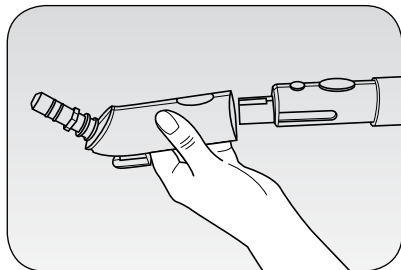

Fig. 7
Element ten, do montowania na adapterze (13) (Rys. 7), należy używać razem z przedłużką (9). Wyposażony jest w praktyczne zaciski do ścierki, na których można mocować, oprócz ścierki dołączonej do zestawu (7), również wszelkie inne tkaniny, które można prać w pralce.